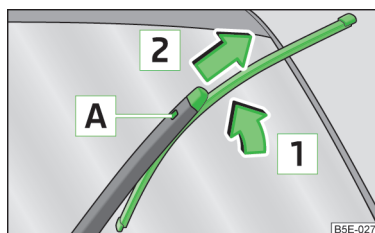

Fig. 214
- Sollevare il braccio tergicristalli dal vetro » fig. 214.